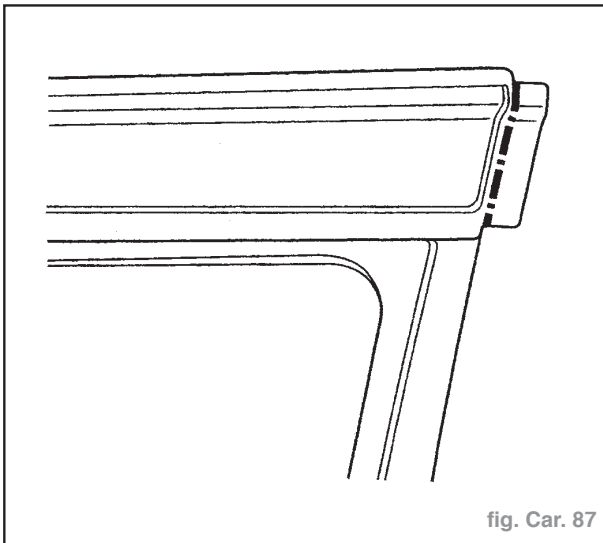

fig. Car. 87
- Découper le soyaage de l'aile suivant le dessin (fig. Car. 87).